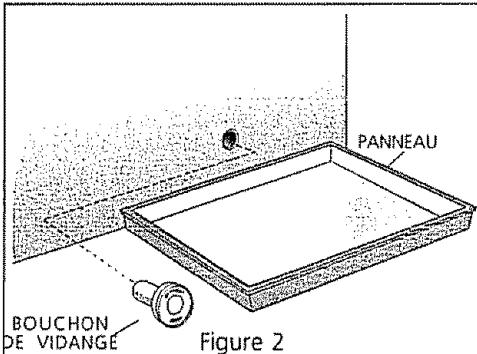
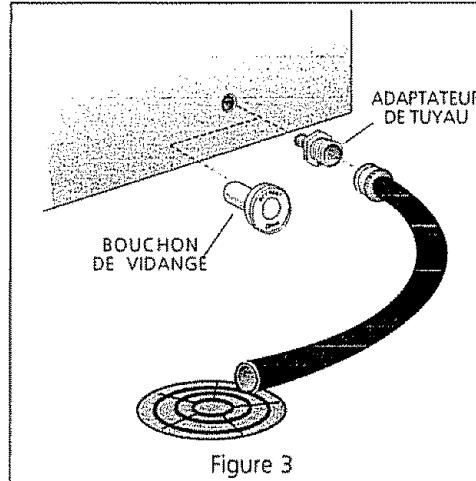
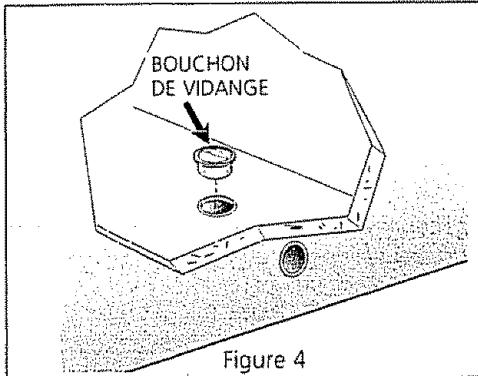

Figure 2
Figure 3
Figure 4
- En haut de la caisse, enlevez le couvre-charnière en plastique et rabattez-le (Figure 2)
- Sur les modèles horizontaux avec vidange de l'eau de dégivrage, placez un récipient creux ou le diviseur/plateau de dégivrage (fourni avec certains modèles) sous l'orifice de vidange (Figure 2). Un adaptateur de tuyau de jardin d'un demi-pouce peut servir à vidanger le congélateur directement dans un drain de plancher (Figure 3). Sortez la bonde à l'intérieur du congélateur et enlevez le bouchon de vidange extérieur (Figure 4).